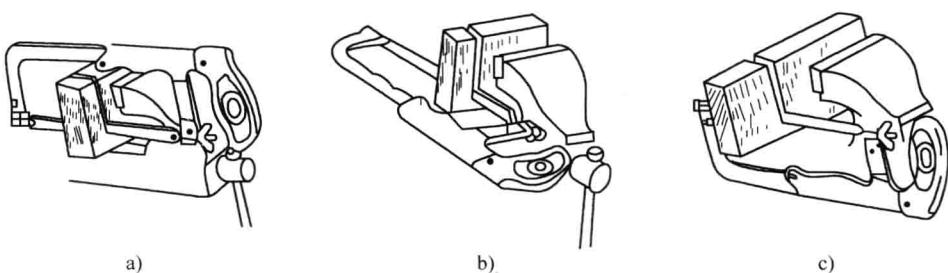

图 2-12 深缝锯削
4) 锯削深缝。当被锯材料的高度超过锯弓时，锯削不能一次锯到底。此时，可将锯条转过90°或180°进行安装，再循原槽锯削，如图2-12所示。